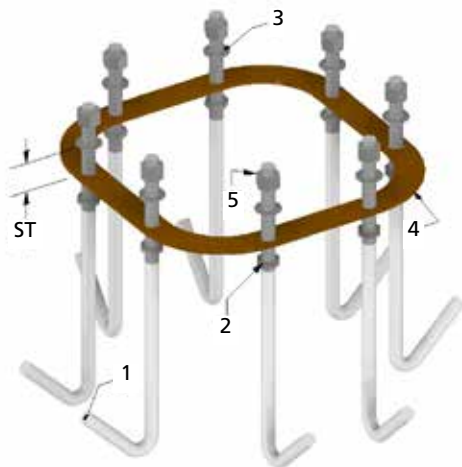

fig.20
1. Visser sur les tirants 1 les écrous 2, jusqu'à la côte ST (voir page 17-18) (fig. 20). Effectuez cette opération sur tous les 8 tirants.